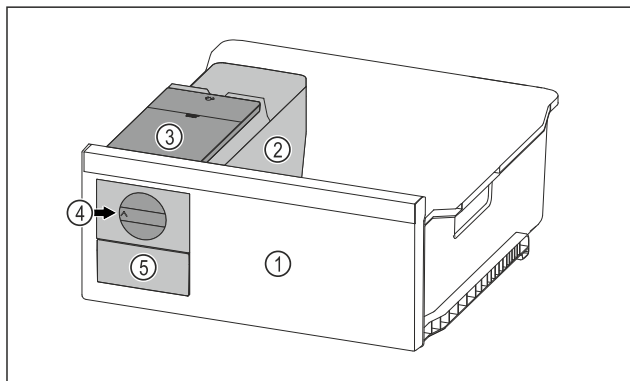

Fig. 176 Shembull ilustrues
- Rrotulloni dorezën e rrotullimit Fig. 176 (4) deri në fund në drejtim të akrepave të orës.
- Kubat e akullit bien nga forma e kubave të akullit brenda në sirtarin e kubave të akullit Fig. 176 (5). Nëse nga forma e kubave të akullit nuk bien të gjithë kubat e akullit: